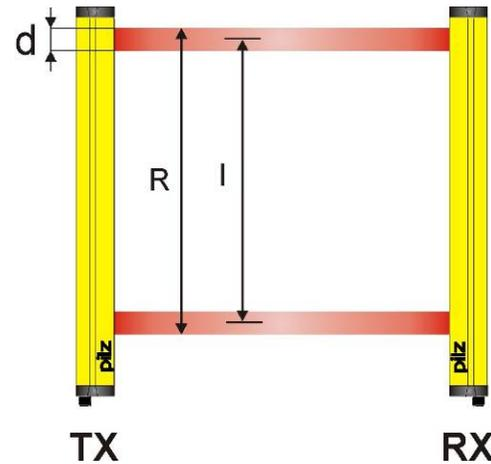

Abb. 2
Abb.2 zeigt zum Beispiel die optische Mittellinie (I) und die Auflösung (R) der für Körperschutzzwecke bestimmten Sicherheitslichtgitter.